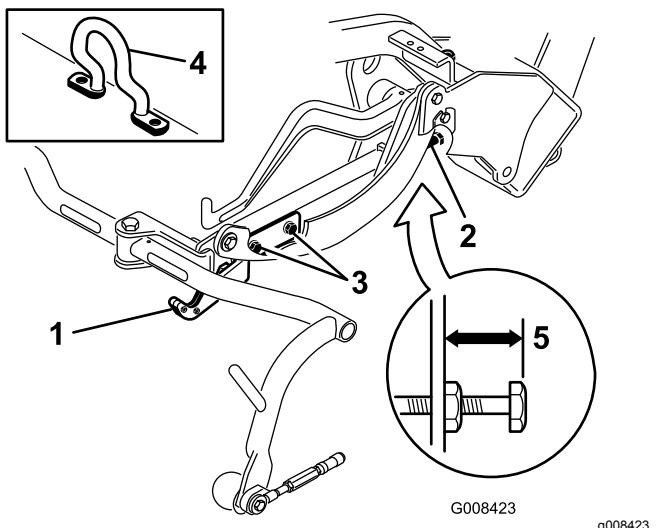
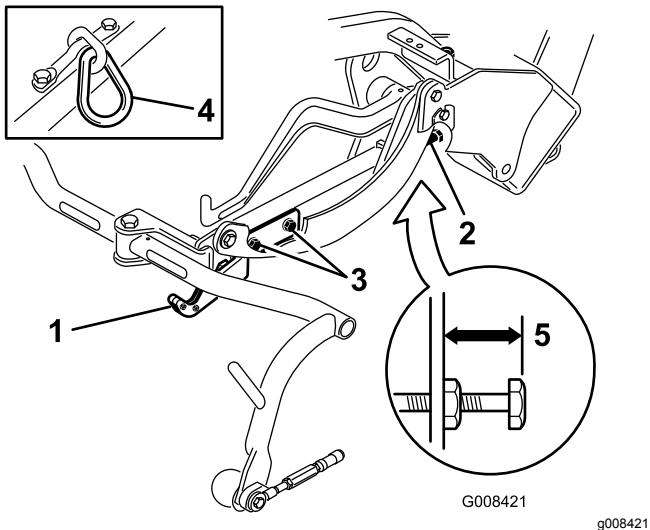
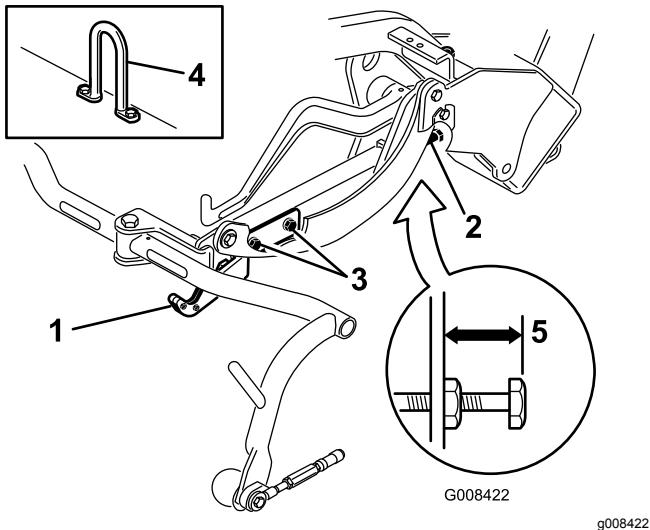

Figure 12
Figure 13
Figure 14
Vérifiez la hauteur de transport (Figure 13 et Figure 14) et ajustez-la au besoin.
- 2. Sur les unités de coupe équipées d'un crochet de levage décentré (Figure 12, détail), vérifiez qu'un espace de 25 mm existe entre le haut de la vis de réglage du bâti porteur et l'arrière du bâti porteur. Si l'espace n'est pas correct, passez à l'opération 4.
- 3. Sur les unités de coupe équipées d'un maillon de chaîne ou d'un crochet de levage droit (Figure 13 et Figure 14, détails), vérifiez qu'un
espace de 22 mm existe entre le haut de la vis de réglage du bâti porteur et l'arrière du bâti porteur. Si l'espace n'est pas correct (22 mm), passez à l'opération 4. Si l'unité de coupe est équipée d'un crochet de levage décentré (Figure 12), passez à l'opération suivante.
4. Desserrez les vis de fixation de la plaque de transport (Figure 13, Figure 14 et Figure 12).
7. Si les bâts porteurs ne sont pas tous à la même hauteur, desserrez l'écrou de blocage de la vis de réglage sur chaque bâti (Figure 12, Figure 13 et Figure 14). Tournez la vis vers l'extérieur pour éléver le bâti ou vers l'intérieur pour l'abaisser. Serrez l'écrou de blocage une fois que vous avez obtenu la hauteur correcte.